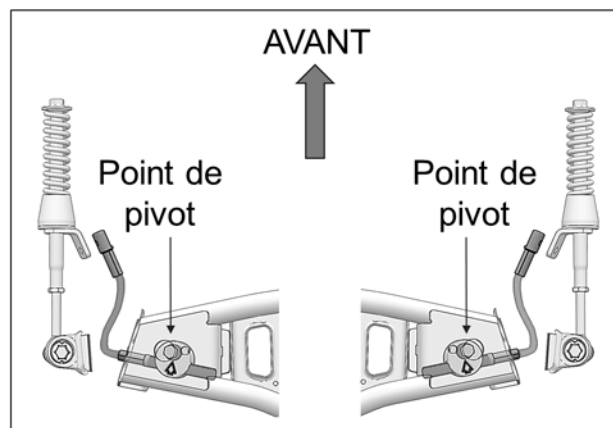

Fig. 25
16. À l'assemblage, assurez-vous que le point de pivot du disque en aluminium soit positionné en avant du câble du limiteur de conduite. Voir la Fig. 25